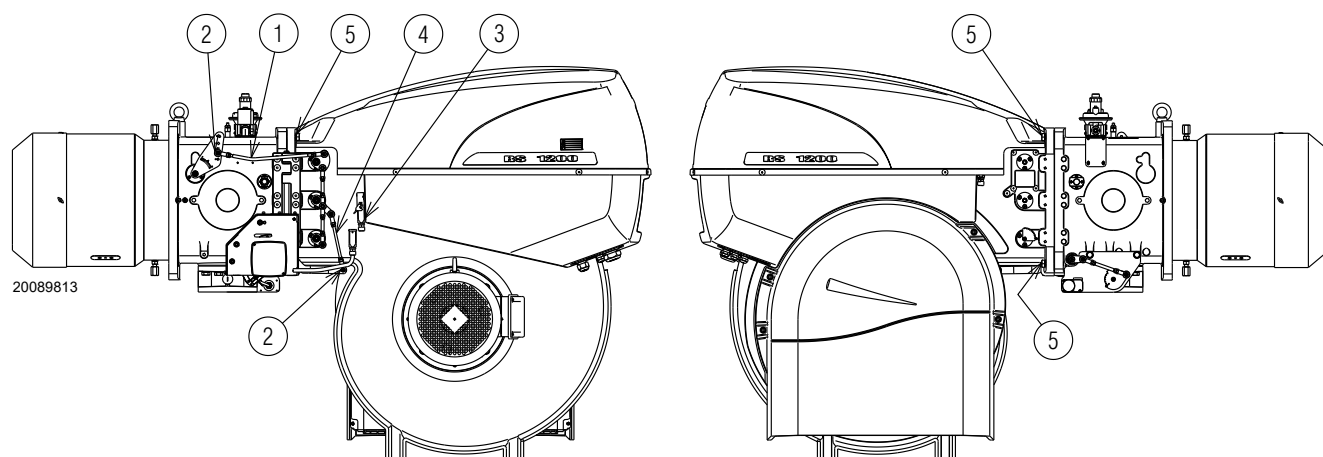

Fig. 36
- Quitar los tirantes 1) y 4)(Fig. 36) de la palanca de movimiento del cabezal y apertura de los registros, aflojando las tuercas 2);